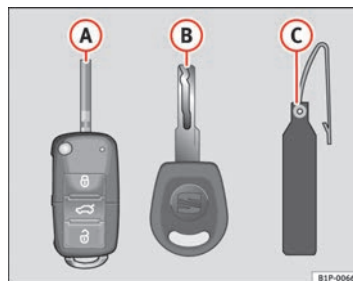

Fig. 61 Juego de llaves
- una llave con mando a distancia ⇒ fig. 61 A con espadín desplegable,